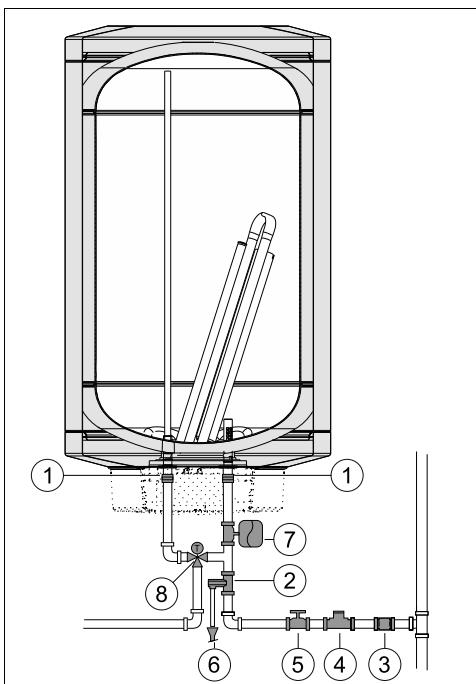

Fig. 11 Ligação de água
- instalar uma válvula redutora (Fig. 11, [4]). A válvula de descarga vai atuar sempre que a pressão da água no aparelho for superior a 8 bar ($\pm 0,5$ bar), pelo que é necessário prever uma forma de canalizar o escoamento dessa água.
- instalar um vaso de expansão (Fig. 11, [7]) para evitar que a abertura da válvula de descarga seja tão frequente. O volume do vaso de expansão deve ser o equivalente a 5% do volume do aparelho.